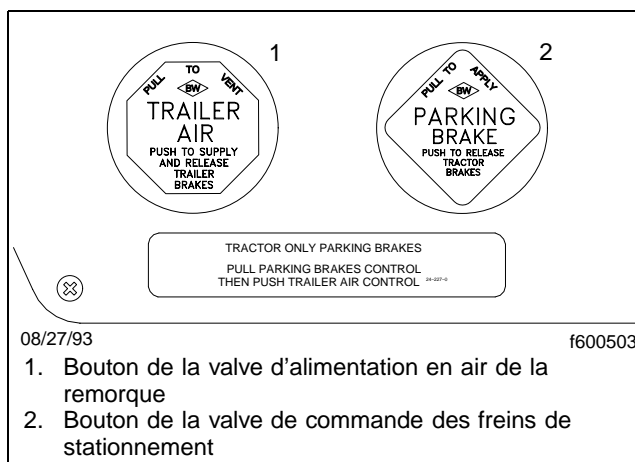

Fig. 11.18, Boutons des valves de commande des freins de la remorque et des freins de stationnement
Sur les véhicules où le système de frein pneumatique de la semi-remorque est raccordé, desserrez les freins de stationnement du véhicule en poussant sur le bouton de la valve de commande des freins de stationnement. Consultez la **Fig. 11.18**. Serrez les freins de stationnement de la semi-remorque en tirant sur le bouton de la valve de commande d'alimentation en air de la semi-remorque. Consultez la **Fig. 11.18**.
36. Tirez le bouton de la valve de contrôle des freins de stationnement (**Fig. 11.18**), lorsque le véhicule se trouve sur une pente de 20 pour cent (la surface de la rampe devrait être faite de ciment Portland ou l'équivalent). Si les freins de stationnement ne retiennent pas le véhicule, réparez le système des freins de stationnement.